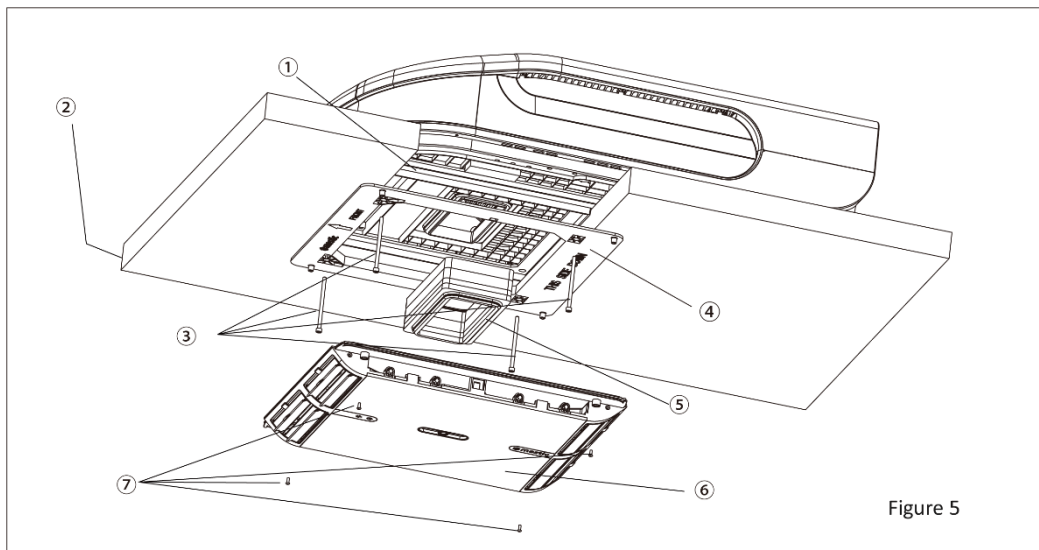

Figure 5
3. Les supports de montage doivent chevaucher la surface du plafond du véhicule. Serrez les boulons en croix et assurez-vous que les trous de vis sont alignés avec les trous de l'adaptateur. Le couple maximal sur les boulons (3) est de 1,8 Nm (voir figure 5).
2. Transportez l'unité extérieure sur le toit du véhicule et alignez-la avec les ouvertures sur le toit du véhicule. Utilisez 2 jeux de plaques de montage et 4 boulons pour monter l'unité extérieure (voir fig. 5).
6. Installez l'ensemble mousse sur l'ensemble conduit d'air. Utilisez 4 boulons à vis pour fixer l'ensemble conduit d'air sur la plaque de montage. Après avoir raccordé l'unité extérieure à l'unité intérieure, vérifiez que l'ensemble mousse ne s'est pas détaché (voir fig. 5).